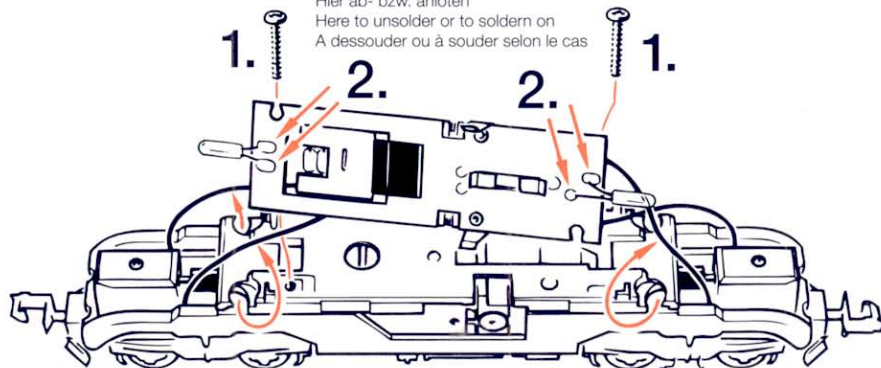

Fig. 9
**2. Schmierung:** Versehen Sie die im Schmierplan in (Fig. 9) gekennzeichneten Stellen mit nur **kleinen Öltröpfchen**. Dazu zuerst das Lokgehäuse abnehmen (Fig. 2). Wir empfehlen den **ROCO-Öler** Art. Nr. **10906**. Zur Schmierung
**2. Lubrication:** Apply **tiny oil drops** to spots marked in fig. 9. Prior to lubrication dismantle locomotive (fig. 2). We recommend using item no **10906, Roco oiler**. For lubrication the gear-parts (e.g. cogwheels, worm) we would recommend our Roco **special grease** (item No. **10905**). Attention: Please do not oil these parts when using our grease. ⇨ *Assembly*
**2. Graissage:** N'appliquez **qu'une tout petite goutte** aux endroits indiqués par le plan de graissage (fig. 9) après avoir démonté la caisse de la locomotive (fig. 2). Nous vous recommandons **le graisseur à huile ROCO réf. 10906**. Pour graisser les engrenages (roues dentées, vis sans fin nous vous conseillons la **graisse spéciale Roco ref. 10905** pour engrenages en matières synthétiques. Lorsque vous utilisez cette graisse il faut éviter d'huiler ces composants. ⇨ *L'assemblage*